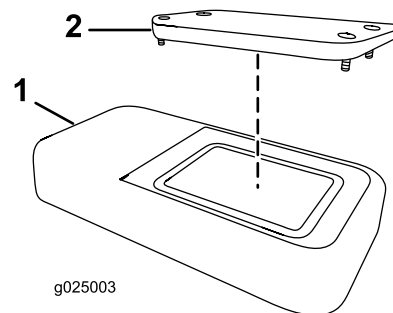

Figure 61
2. Déposez le couvercle (Figure 61).